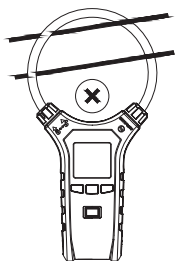

Figura 5
- a. No realice la prueba de más de un conductor a la vez como se muestra en la figura 5